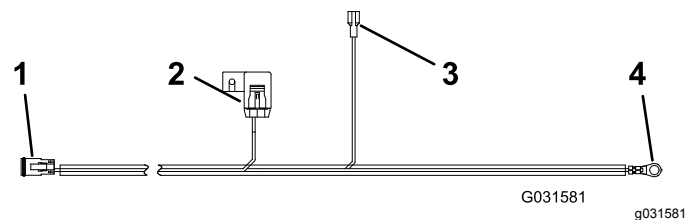

Bild 10
1. Verwenden Sie den Kabelbaum des Sicherungsblock, um das Kit über den Sicherungsblock des Traktors mit Strom zu versorgen Bild 10. Schließen Sie den Sicherungsblockanschluss am Sicherungsblock des Traktors an und setzen Sie eine 15-Ampere-Sicherung ein.